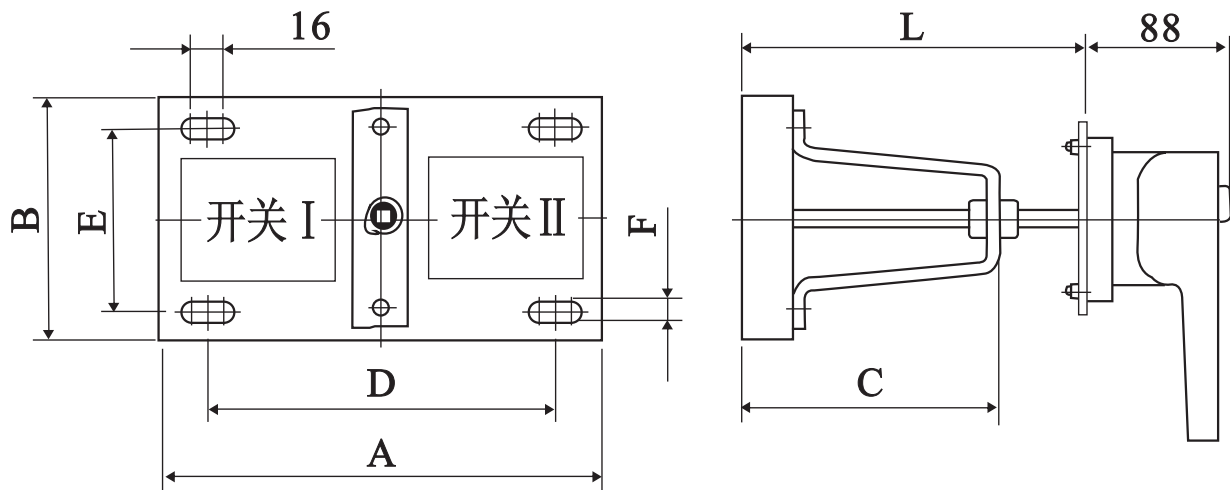

图11：双投转换开关
4、双投转换开关由两台相应的单投开关在底板上左右并排组装而成，其外形与安装尺寸见图11、表8